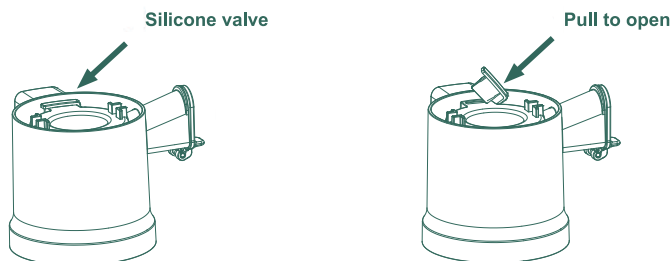

Fig. 15
3. Pulire la valvola in silicone sotto la ciotola per succhi. Estrarre la valvola di silicone come mostrato in (Fig. 15) per facilitare la rimozione della polpa e pulire sotto acqua corrente.